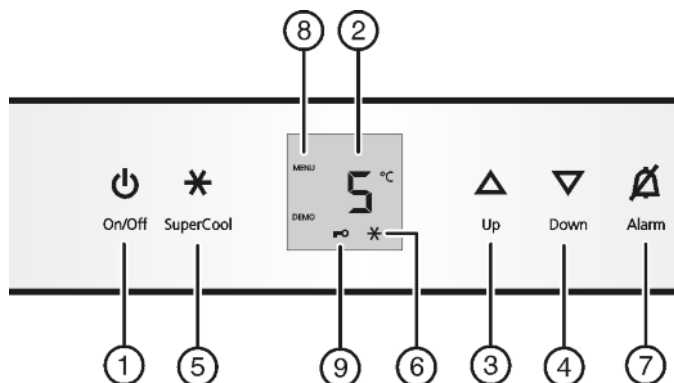

Fig. 2
- ▶ нажмите кнопку On/Off Fig. 2 (1).
- ▶ Активация режима настройки: удерживайте кнопку SuperCool Fig. 2 (5) прибл. 5 секунд.
- ▷ Символ меню Fig. 2 (8) горит.
- ▶ Коротко нажимайте кнопку SuperCool Fig. 2 (5) для подтверждения.
- ▶ Для включения защиты от детей коротко нажмите клавишу SuperCool Fig. 2 (5).
- ▷ Символ "Защита от детей" Fig. 2 (9) горит. На индикации мигает **с**.
- ▶ Для выключения защиты от детей коротко нажмите клавишу SuperCool Fig. 2 (5).
- ▷ Символ защиты от детей Fig. 2 (9) гаснет. На индикации мигает **с**.
- ▶ Выход из режима настройки: нажмите кнопку On/Off Fig. 2 (1).
- ▶ Нажмите кнопку Alarm Fig. 2 (7).
- ▶ Установка более высокой температуры: нажмите кнопку настройки Up Fig. 2 (3).
- ▶ Установка более низкой температуры: нажмите кнопку настройки Down Fig. 2 (4).
- ▶ Коротко нажмите кнопку SuperCool Fig. 2 (5).
- ▷ На индикации горит символ SuperCool Fig. 2 (6).
- ▷ Символ SuperCool Fig. 2 (6) на индикации гаснет.